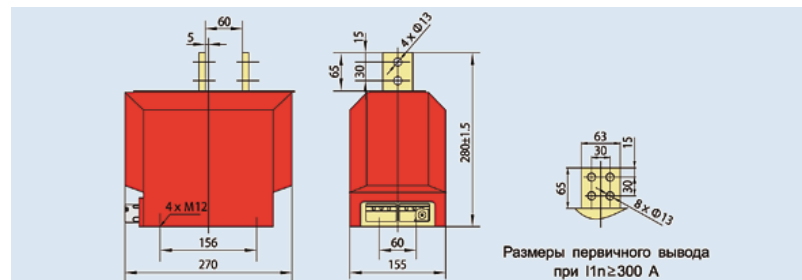

Рис. 6.2 Внешний вид и размеры трансформатора тока LZZBJ9-10 B1
6.2 Внешний вид и размеры трансформатора тока LZZBJ9-10 B1 (см. рис. 6.2)